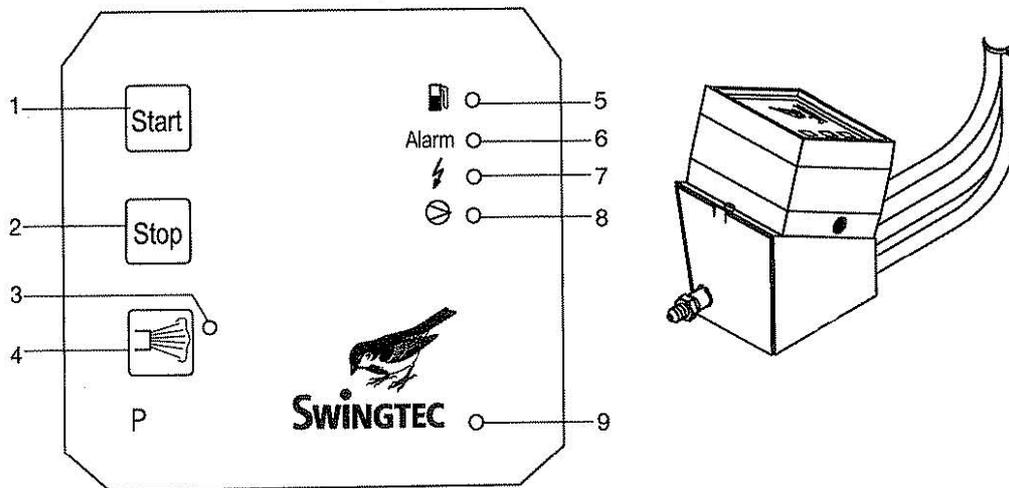

Рис.5
- генератор должен заработать в течении 12-ти секунд. Индикаторы (рис.5 – 7,8) погаснут. Если генератор не запустился – повторите попытку через 10 секунд. Если генератор не запустился опять –нажмите кнопку СТОП (рис.5 -2).Индикатор тревоги (рис.5-6) погаснет. Повторите процедуру запуска.